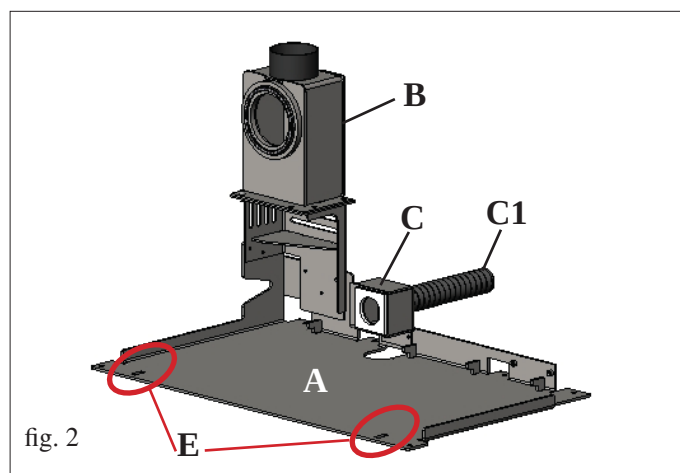
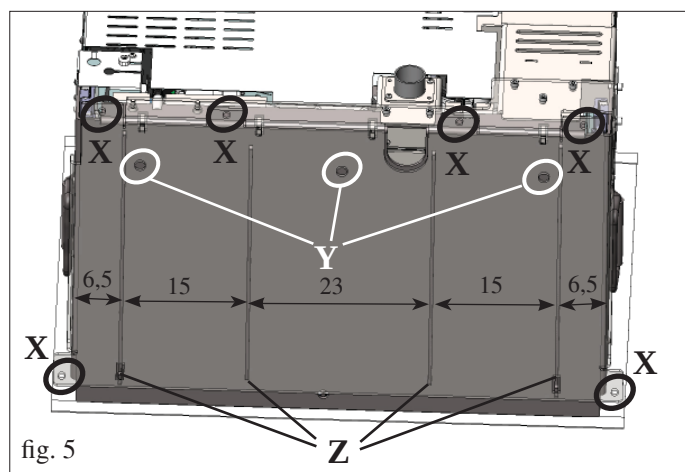
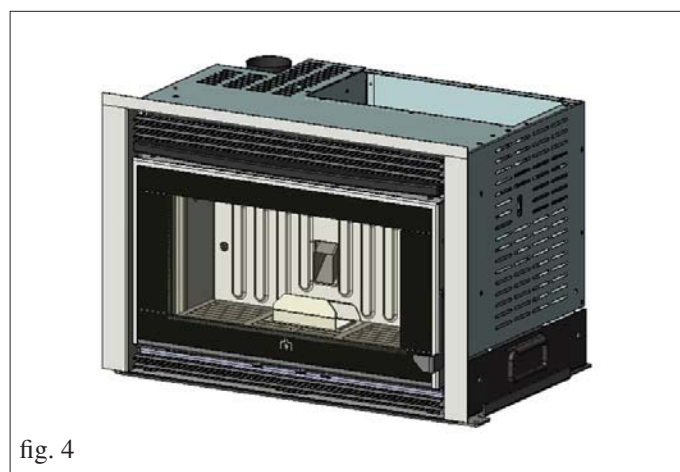

fig. 2
fig. 5
fig. 4
- Fastgør underlagspladen (A - fig. 2) på soklen gennem hullerne i pladens perimeter (X - fig. 5) vha. bolte.
Alternativt kan man til fastgøring af ovennævnte plade anvende de eksisterende huller inden i selve underlagspladen (Y - fig. 5) vha. skruer med undersænkhead (skruehovedet må ikke rage mere end 2 mm frem fra underlagspladen).
Der kan også udføres andre huller på kundens regning, men man skal passe på ikke at lave dem ud for skinnerne (Z - fig. 5)
- Sæt indsatsen (fig. 4) på igen ved at køre den på underlagspladen (A - fig. 2), indtil den stopper (indsatsen skal fastspændes i de to øjer (E - fig. 2), som findes foran på underlagspladen (A - fig. 2), idet man skal passe på, at strømkablet ikke blive mast mellem de to plader.
- Åbn lugen, og løft sikkerhedslåsen (F - fig. 5) op.